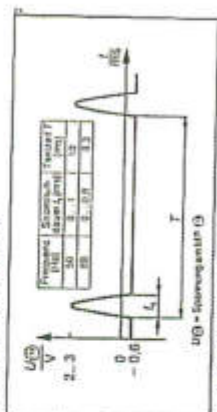

Abb. 10: Grenzwerte zur Vorstromeinellung
6. Die Stromflußdiode muß mit den Angaben in Abb. 10 übereinstimmen; gegebenenfalls an Poti 103 einstellen.